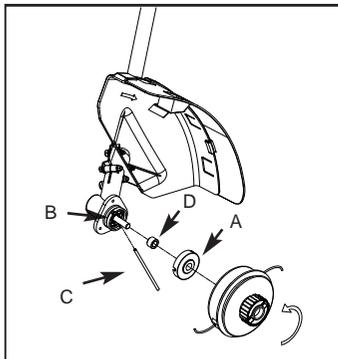

Fig. 4
1. Installez le manchon cannelé (D) et le collier de pignon (A) tour à tour en vous assurant que l'entretoise du collier est en place (Fig. 4).
2. Insérez le goupille de maintien (C) et vissez la tête de coupe sur l'arbre. Serrez la tête de coupe à la main uniquement (Fig. 4)